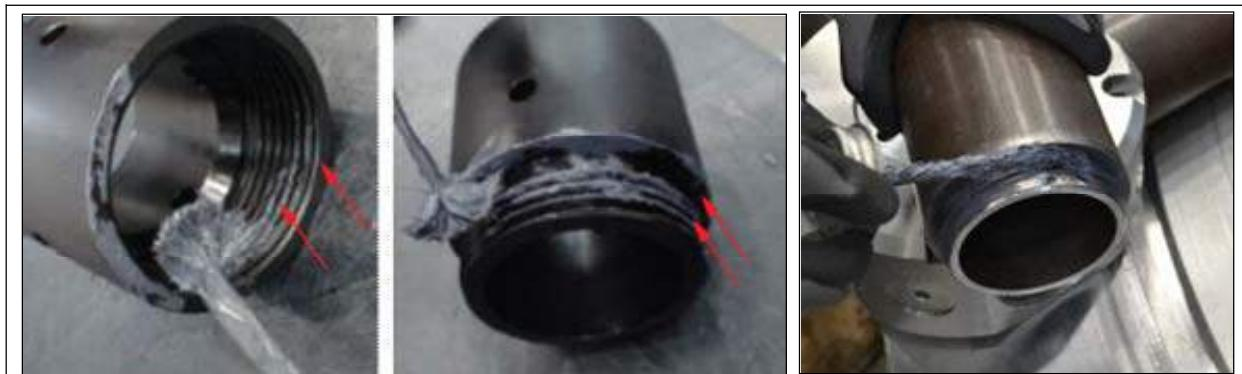

Рис. 3-26. Зоны нанесения противозадирной смазки
- a) Нанесите Never-Seez (поставляется в комплекте инструментов) или любой другой противозадирный состав на резьбы и контактирующие поверхности каждого участка опоры, а затем свинтите их вместе (см. рис. 3-26).